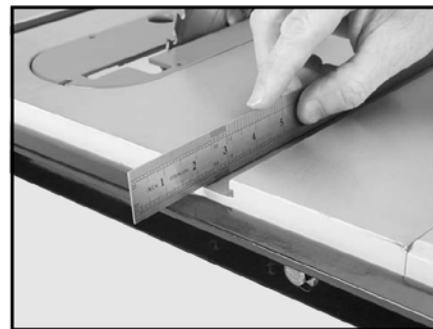
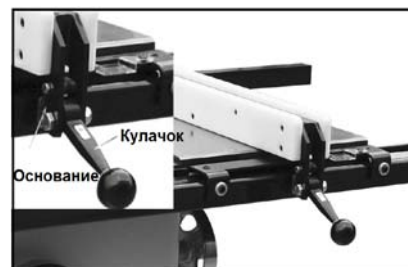

Рис. 5
Рис. 6
**Примечание:** *перед затяжкой крепежных элементов проверьте, чтобы верхняя сторона задней направляющей была установлена вплотную к нижней стороне болтов с Т-образной головкой. Таким образом, после установки приспособления для распила под углом будет обеспечено его плавное перемещение. См. Рис. 5, Рис. 6.*